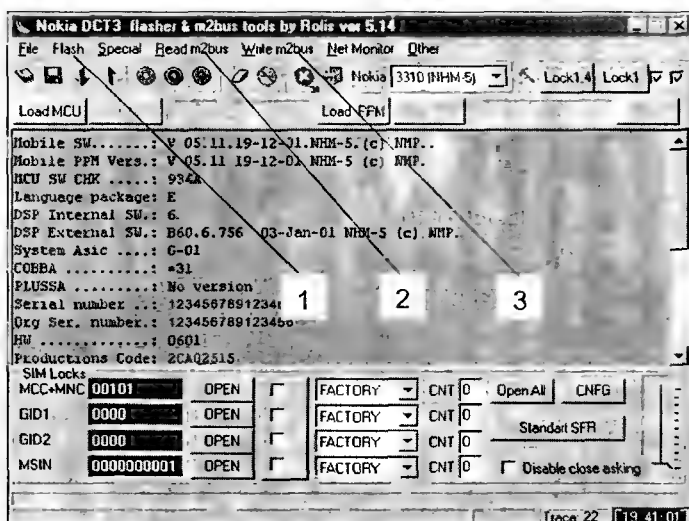

Рис. 8.11
Существуют программы-флешеры, которые объединяют работу интерфейсов M-bus, F-bus. Один из них — **Nokia DCT3 flasher&m2bus tools** от компании Rollis. Окно этой программы показано на рис. 8.11.
- чтение справочной информации о телефоне (рис. 8.11). Подобная информация аналогична той, которую можно получить с помощью уже рассмотренных выше программ;
- совмещает в себе все функции программы-флешера (через интерфейс F-bus) и Nokia Tool (работающего через M-bus) от Rollis. Например, с помощью опции 1 Flash (рис. 8.11) можно производить флеширование аппарата, а Read m2bus (2) и Write m2bus (3) — операции разблокировки, чтения служебной информации и др.